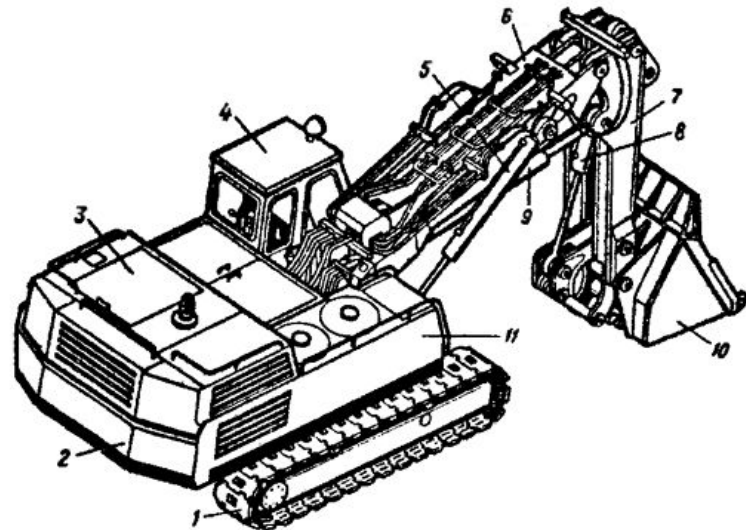
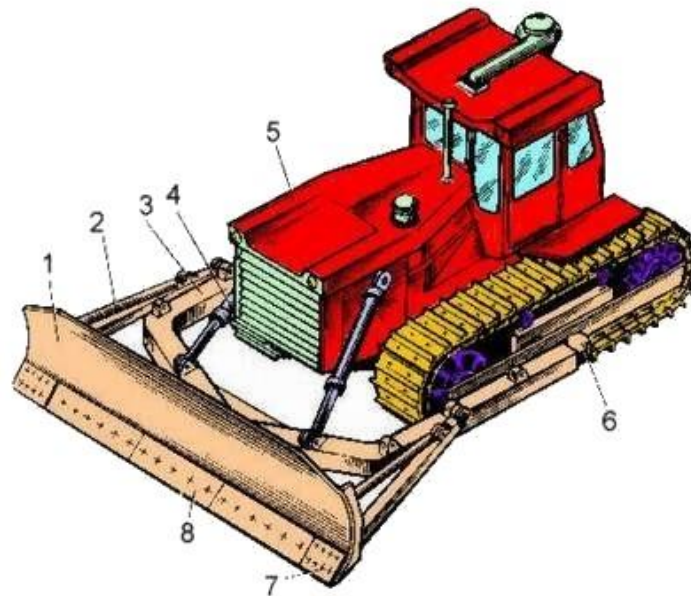

Рис.1. Гидравлический экскаватор с прямой лопатой
Рисунок 2. Гусеничный бульдозер с поворотным отвалом
(рис.1) широко применяется гидравлических экскаваторах 4-й - 6-й размерных групп и на экскаваторах с механическим приводом. Ею разрабатывают грунты I -III категории в интервале температуры от -40 до +40 °С
Бульдозеры с неповоротными отвалами бывают с жесткими (рис. 1, а) и шарнирными (рис. 1, б)
Рисунок 1а. Гусеничный бульдозер с неповоротным отвалом с жесткими толкающими брусьями:
Рисунок 1б. Гусеничный бульдозер с неповоротным отвалом с шарнирными брусьями:
Бульдозеры с поворотным отвалом (рис. 2) отличаются от бульдозера с неповоротным отвалом тем, что на базовый трактор 5 на упряжных шарнирах 6 крепят охватывающую раму 3. Впереди рамы приварена шаровая опора, на которой установлен отвал 1, поворачивающийся налево или направо по ходу движения машины.
- по способу загрузки ковша - с пассивной загрузкой (рис. 1) движущим усилием срезаемого слоя грунта, с принудительной загрузкой (рис. 2) с помощью скребкового элеватора;